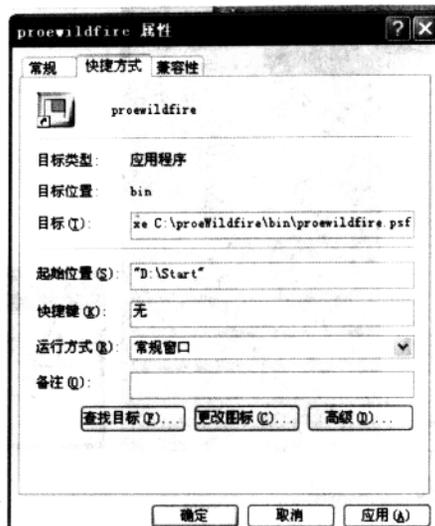

图 1-5 启动命令属性的设置
(1) 在工作磁盘上新建起始目录，如“D:\Start”。
(2) 在“开始”→“程序”→Pro/ENGINEER 子菜单中，鼠标指到 Pro/ENGINEER 系统的启动命令（如 proewildfire），单击鼠标右键，选择“属性”命令后显示如图 1-5 所示对话框。选择“快捷方式”选项卡，在“起始位置”文本框输入起始目录的全路径，如“D:\Start”；